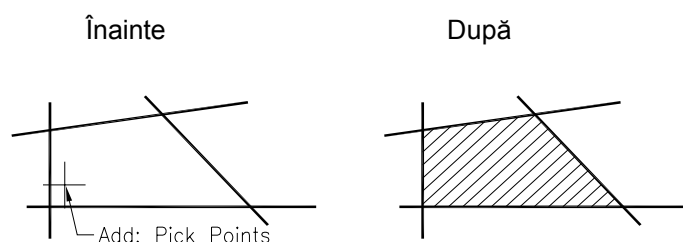

Fig. U9.5
1. Se hașurează suprafața din Fig. U9.5 alegând în secțiunea *Type and Pattern* model utilizator (*User defined*) cu opțiunea *Add: Pick Points*.